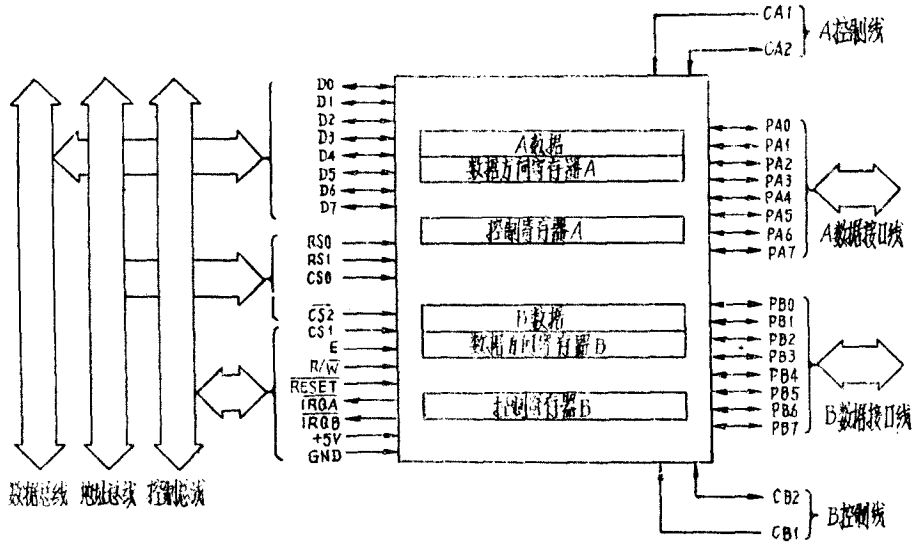

图1-2 MPU和PIA的外设接口线
PIA到MPU各总线的连接如图1-2所示。PIA的数据线 (D_0-D_7) 直接接到MPU的数据总线 (D_0-D_7)。PIA的使能 (E)、读/写 ($R/\overline{W}$) 复位 ($\overline{RESET}$) 和中断 ($\overline{IRQA}$, $\overline{IRQB}$) 线用作控制和定时, 它们直接接到MPU相应的控制线上去。